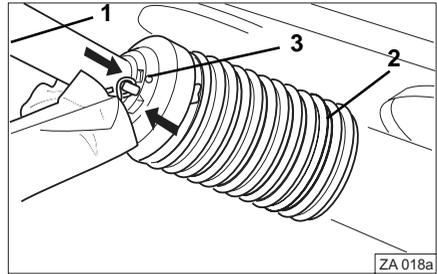

Fig. 16
- Emboîtez le demi-tube protecteur (Fig. 16/1).
- Faites pivoter le bol de protection (Fig. 16/2) en position de montage.
- Vissez à fond la vis d'arrêt (Fig. 16/3).